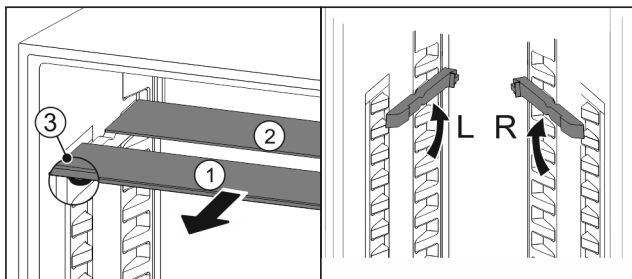

Fig. 70
- ▶ Glasplaten afzonderlijk vanaf de voorkant eruit trekken Fig. 70 (1).
- ▶ Glasplaat Fig. 70 (1) met sierlijst ligt voor.
- ▶ Stops Fig. 70 (3) zijn naar onder gericht.